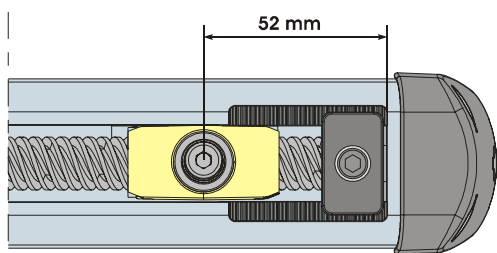
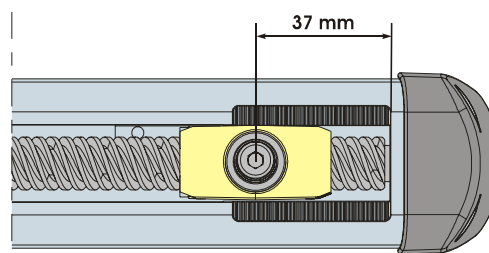

Fig. 9
Fig. 10
3) Controleer of de voorste bevestiging zich in de positie bevindt die wordt aangegeven op fig. 9 (met mechanische aanslag bij sluiting) of op fig.10 (zonder mechanische aanslag bij sluiting). Als dit niet het geval is, moet de aandrijving tijdelijk worden gevoed om de bevestiging in positie te brengen.